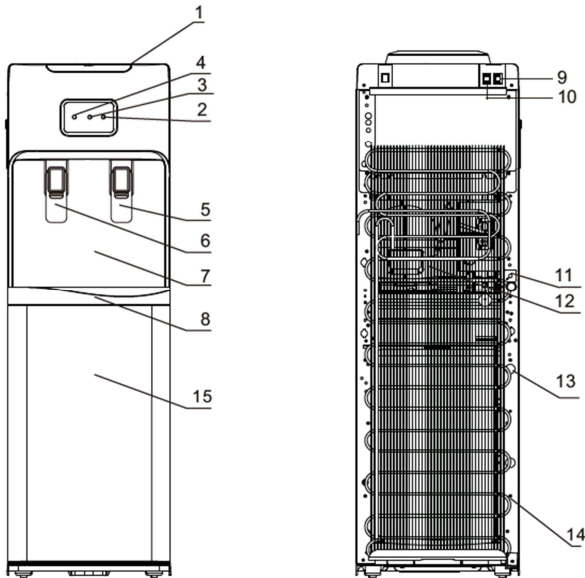

Рис. 1. Схема аппарата V115PUF
Поставьте чашку или другую емкость для воды на лоток каплесборника (8) под кран подачи воды (рис. 1 - 5, 6).
Для того, чтобы налить горячую воду, нажмите клавишу подачи горячей воды (HOT). Для того, чтобы налить холодную воду, нажмите клавишу подачи холодной воды (COLD). В силу технических особенностей кранов допустимо подкапывание воды в объеме 5-10 мл, после каждого использования аппарата, капли стекают в лоток каплесборника (рис. 1 - 8).
Выключатели нагрева и охлаждения (рис. 1 - 9, 10)
Индикаторы нагрева (рис. 1 - 3) и охлаждения (рис. 1 - 2)
Индикатор нагрева (рис. 1 - 3) и / или охлаждения (рис. 1 - 2) воды горят, когда аппарат нагревает и / или охлаждает воду.
Перед первым использованием рекомендуется слить по 500 мл воды через каждый кран. Если кабель электропитания (рис. 1 - 11) и выключатель нагрева (рис. 1 - 9) были включены, когда система еще не наполнилась водой полностью, сработает термозащита, которую сможет отключить только специалист сервисного центра.
Когда Вы убедились, что вода из крана горячей воды (рис. 1 - 6) идет непрерывной струей, установите выключатели нагрева и охлаждения (рис. 1 - 9, 10) в положение I.
3. Остатки воды в системе необходимо слить, открыв пробку отверстия для слива воды, расположенного на задней стенке аппарата (рис. 1 - 13), после чего закрыть отверстие.
5. Промойте аппарат чистой водой: слейте через краники горячей (рис. 1 - 5) и холодной воды (рис. 1 - 6) по 2 литра воды и остатки воды из отверстия для слива (рис. 1 - 13). При необходимости повторите процедуру.
6. Остатки воды в системе необходимо слить, открыв пробку из отверстия для слива воды, расположенных на задней стенке аппарата (рис. 1 - 13).